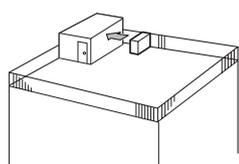

Fig. 2-3
① Posizionare la bocca di uscita dell'aria verso la parete più vicina, mantenendola a circa 100 cm di distanza dalla parete. (Fig. 2-3)